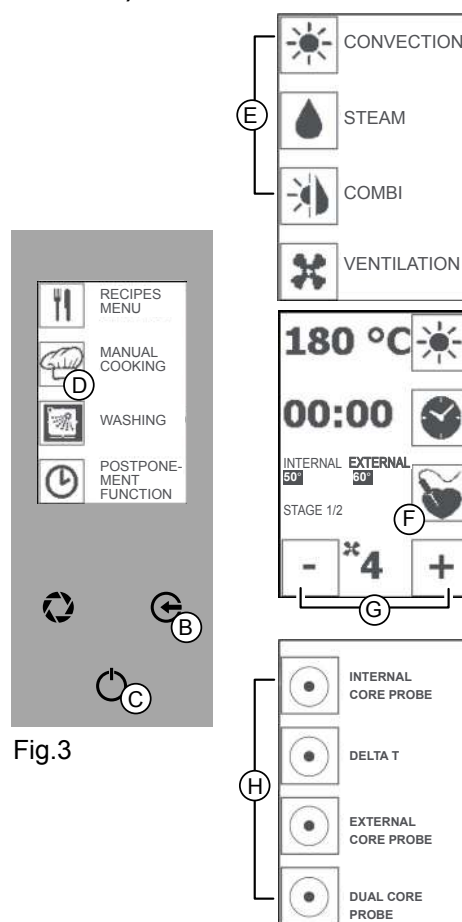

Fig.3
Appuyer sur la touche « GO! » (Fig 3/A) pour entrer dans le menu principal.
Appuyer sur l'icône « CUISSON MANUELLE » (Fig 3/D) et sélectionner un mode de cuisson (Fig.3/E).
5. Appuyer sur l'icône « SONDE AU CŒUR » (Fig 3/F) et l'icône « DOUBLE SONDE AU CŒUR » (Fig 3/H). Appuyer sur l'icône « SONDE AU CŒUR » (Fig 3/F) et avec les icônes « MOINS » et « PLUS » (Fig 3/G), régler la température de la sonde au cœur interne.
6. Appuyer sur l'icône « SONDE AU CŒUR » (Fig 3/F) et avec les icônes « MOINS » et « PLUS » (Fig 3/G) régler la température de la sonde au cœur extérieure. Appuyer sur l'icône « SONDE AU CŒUR » (Fig 3/F) pour confirmer.
Appuyer sur la touche « ENVOI » (Fig 3/C) pour lancer la cuisson.
Appuyer sur la touche « ENVOI » (Fig. 3/C) et appuyer plusieurs fois sur la touche « ESC » (Fig.3/B) pour revenir à la page-écran initiale.
Appuyer plusieurs fois sur la touche « ESC » (Fig 3/B) pour revenir à la page-écran initiale.